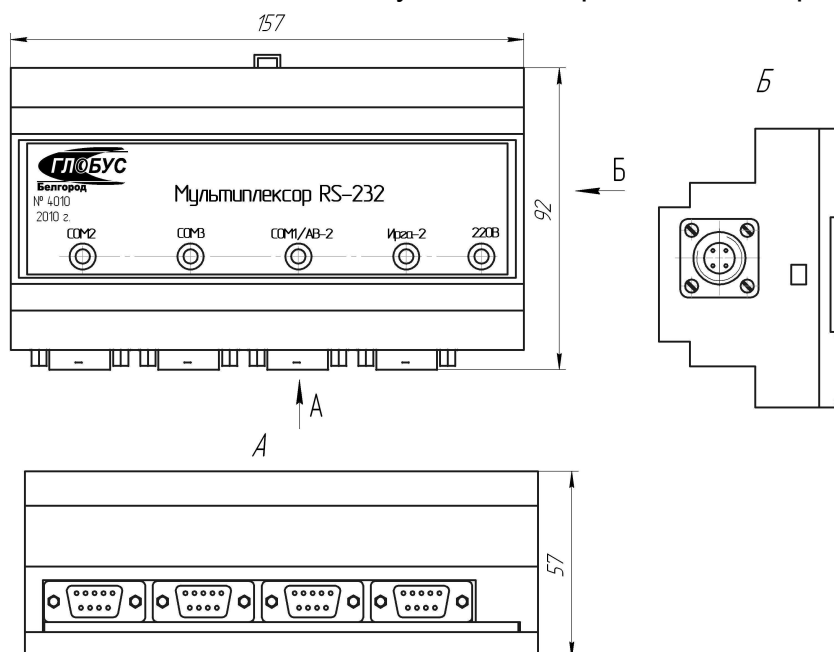

Рис. 1 – Чертеж общего вида
2.1 Корпус мультиплексора изготовлен из материала, не поддерживающего горение. В корпусе размещена печатная плата с элементами. Способ крепления – настенный или настольный. Внешний вид мультиплексора показан на рис.1.